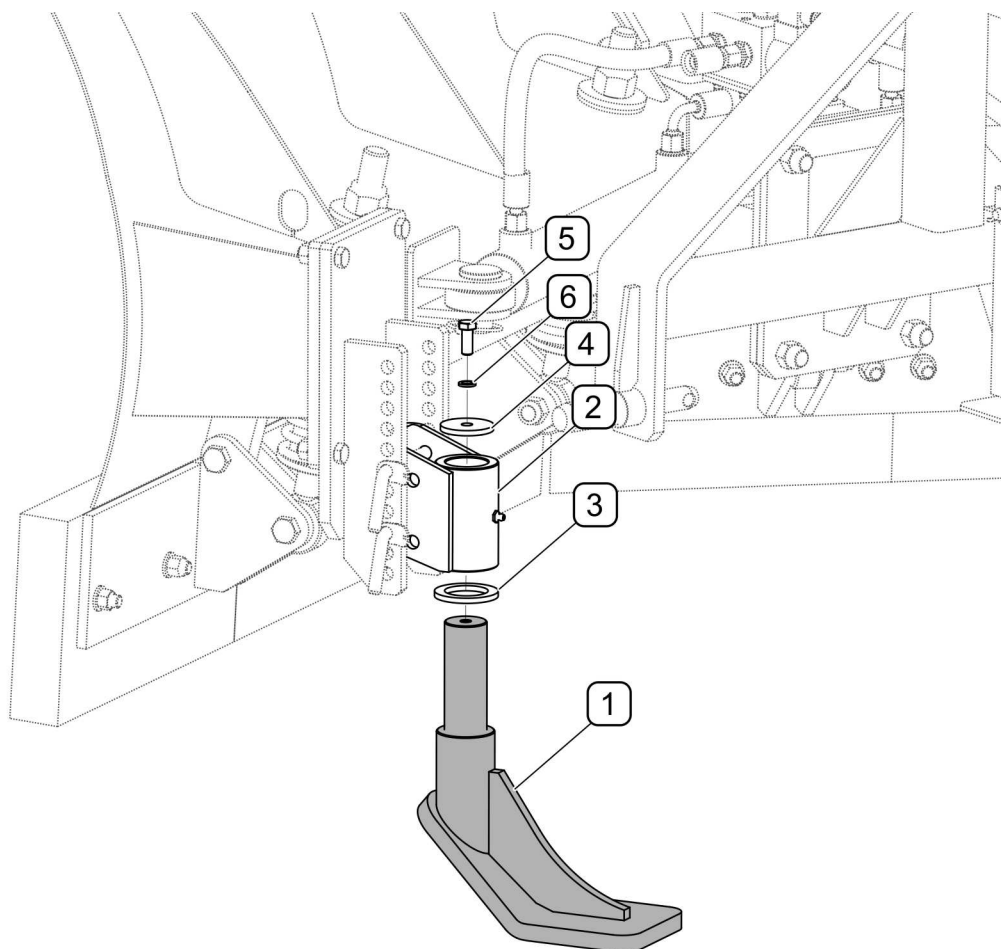

РИСУНОК 5.2 Замена скользящих (опция)
Отработанные и поврежденные элементы скользунов нужно заменить новыми (РИСУНОК 5.2). Для этого нужно поднять плуг и поставить на стабильные и прочные упоры. Если плуг навешен и поднят на передней трехточечной системе навески, то необходимо дополнительно предохранить его от оседания, □ выключить двигатель трактора и поставить его на стояночный тормоз. Отвинтить болт (5) и извлечь стопу (1) из гнезда (2). Проверить стопу и остальные элементы на наличие повреждений или чрезмерного износа. Перечень рабочих элементов скользуна и их номера в каталоге представлены в ТАБЛИЦА 5.3